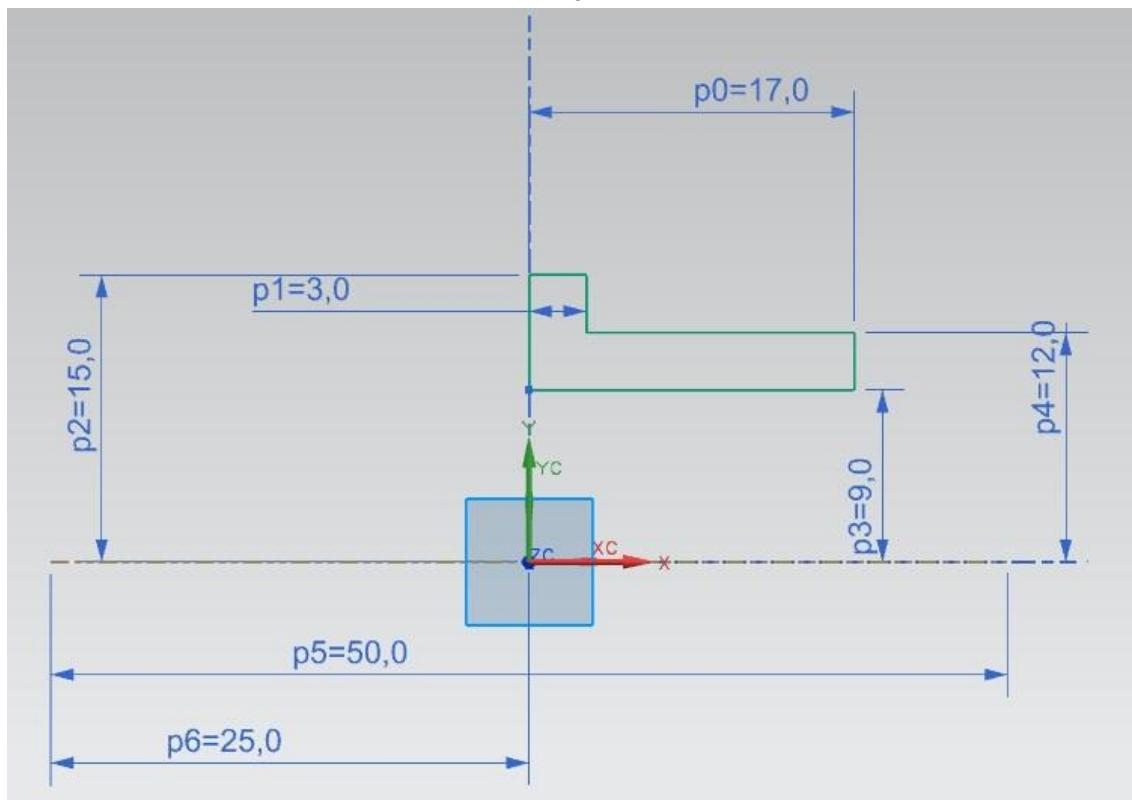

Рисунок 51 - «Эскиз» модели «Втулка»
3. Построить «Эскиз» модели «Втулка» (см. Рисунок 51).